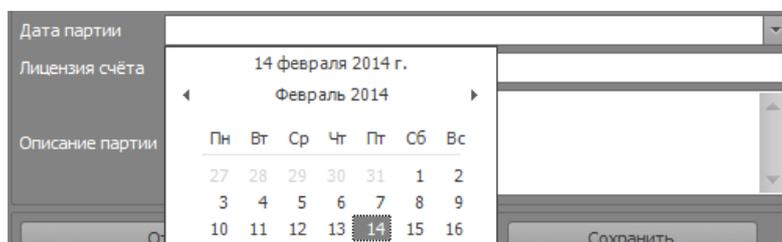

Рисунок 45
- Поле - *Дата партии* – поле ввода даты создания партии. Содержит выпадающий календарь (рис.45)